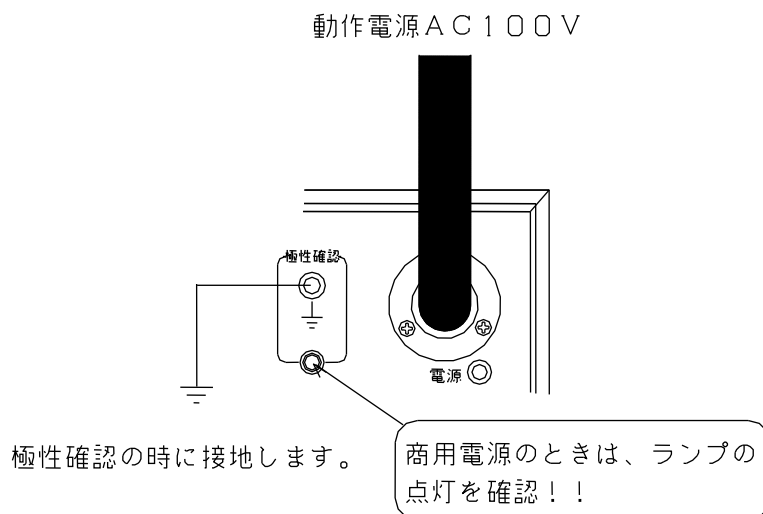

図4：電源の極性確認方法
4. 試験装置の電源スイッチを“OFF”になっていることを確認し、電源コネクタに試験用電源(AC100V)を入力します。商用電源を使用する場合、極性確認端子を接地して下さい。極性ランプが点灯する方向へ、電源プラグの向きを合わせて下さい。(図4)